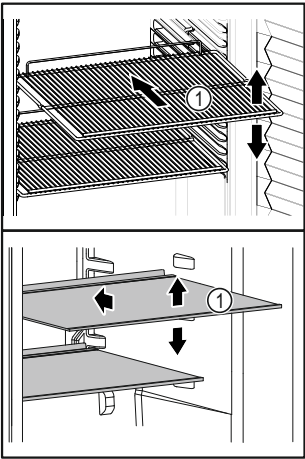

Fig. 5 Représentation à titre d'exemple
- ☐ Si les surfaces de rangement Fig. 5 (1) sont mobiles, les régler en hauteur.